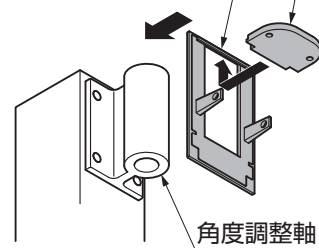

図5-20
- ④角度調整部品Aに角度調整部品Bを取付けて角度調整軸にはめ込んでください。(図5-20参照)